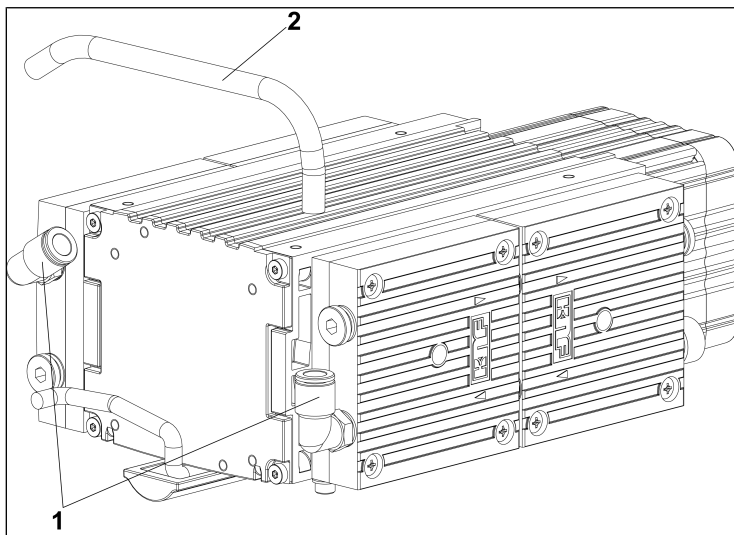

Afb.4: Pomphuis verwijderen
1. Draai de schroeven (1/Afb. 4, 3, 5 en 7) los en verwijder de onderdelen van het pomphuis (2/Afb. 4, 4, 6 en 8).
1. Plaats de onderdelen van het pomphuis (**2/Afb. 4, 4, 6 en 8**) op de pomp draai de schroeven (**1/Afb. 4, 3, 5 en 7**) vast.